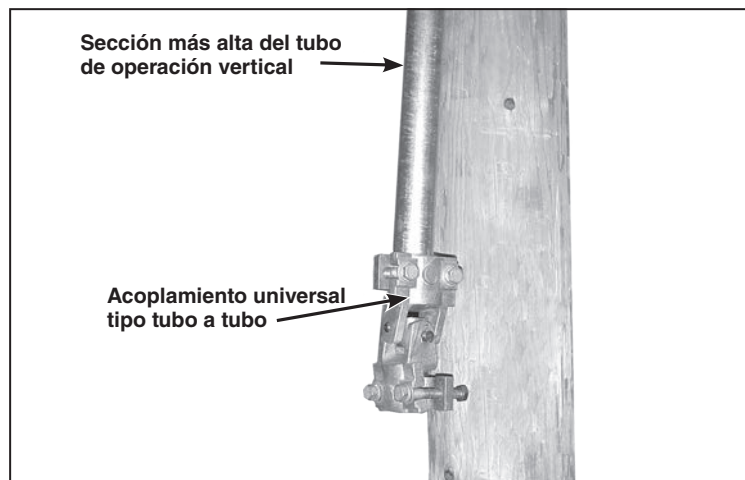

Figura 22. Colocación de acoplamiento tipo universal tubo a tubo en el extremo inferior del tubo de operación vertical.
**PASO 21.** Sujete un acoplamiento tipo universal tubo a tubo en el extremo inferior de la sección más alta del tubo de operación vertical. Ver Figura 22. Saque el tornillo perforante de sujeción fuera del cuerpo del tubo antes de apretar los tornillos de la abrazadera del acoplamiento.